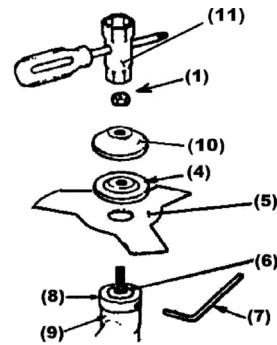

Рис. 6
5.4. Установка дискового ножа (рис.6)
1. Установите на выходной вал редуктора (2) внутренний, а затем прижимной фланец (см. рис.6).
2. Зафиксируйте вал от проворота с помощью ключа (11) (см. рис.6), закрутите кассету с леской (3) против часовой стрелки до упора.